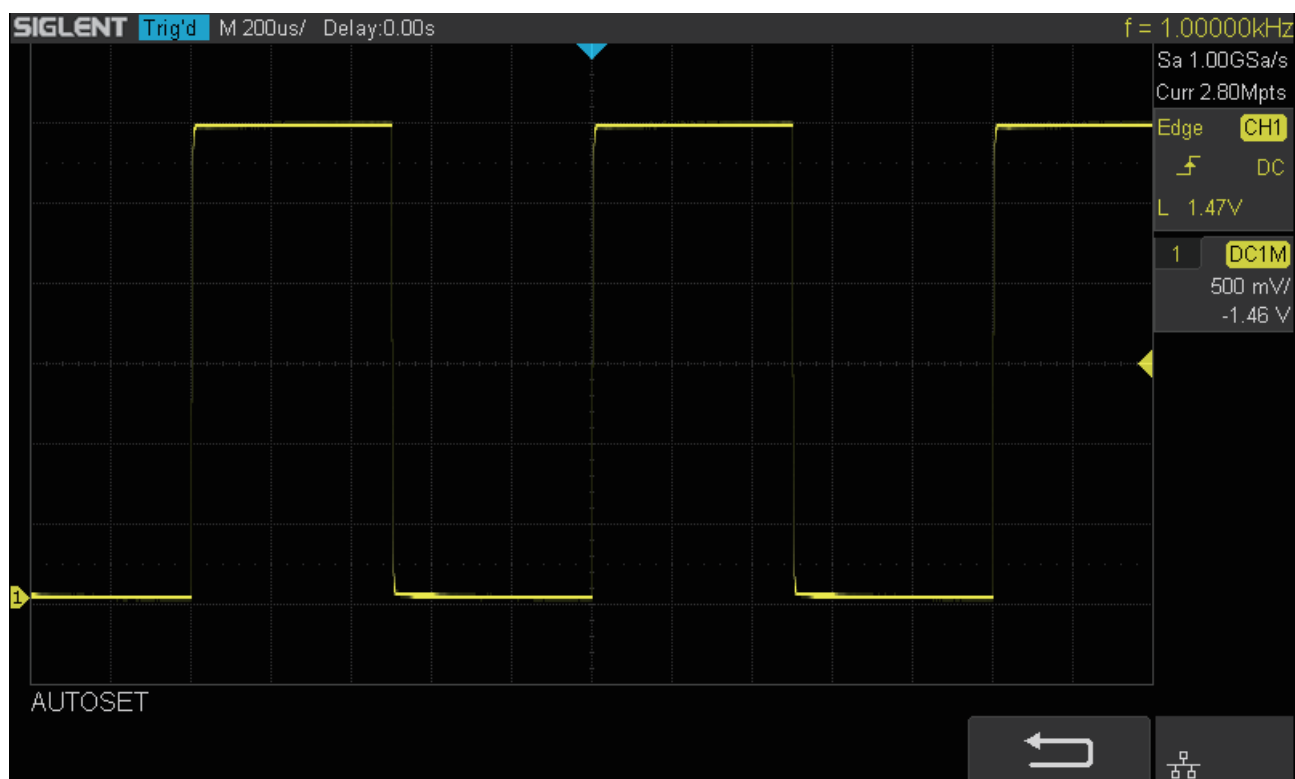

図 7 動作確認
5. ディスプレイに表示された波形が図 7 のような矩形波であることを確認します。
6. 他のチャンネルについても同様の手順を繰り返します。実際に表示された波形の形が図 7 と異なる場合は次項「プローブの校正」の手順を実行してください。